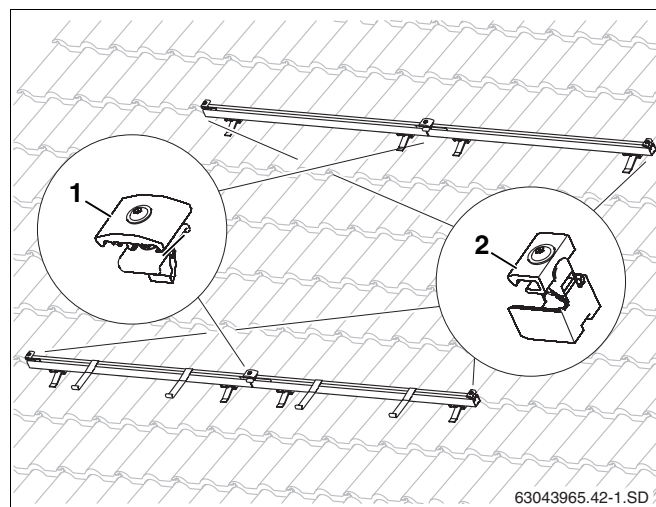

Fig. 41 Eléments de fixation pour le capteur
Les capteurs sont fixés sur les rails profilés avec les fixations latérales (fig. 41, **pos. 2**) au début et à la fin d'une rangée de capteurs et avec les fixations doubles (fig. 41, **pos. 1**) entre les capteurs.